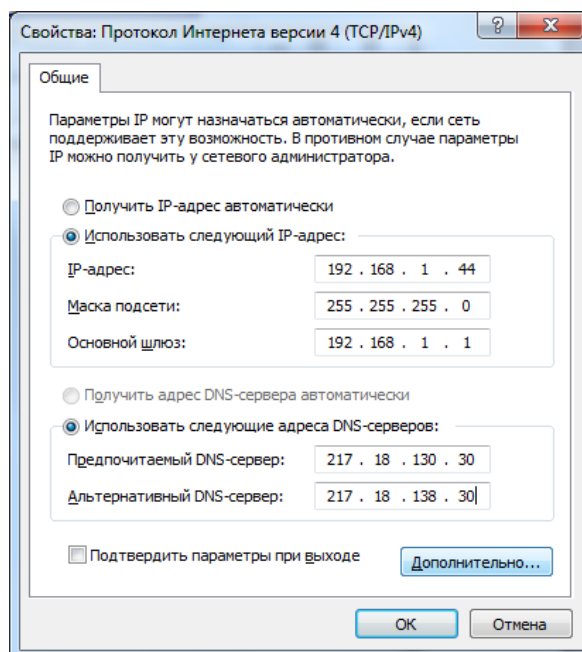

Рис. 12.9. Настройка параметров протокола TCP/IP
- Укажите IP-адрес, маску подсети, основной шлюз и другие требуемые параметры (Рис. 12.9). Нажмите кнопку *Дополнительно*.